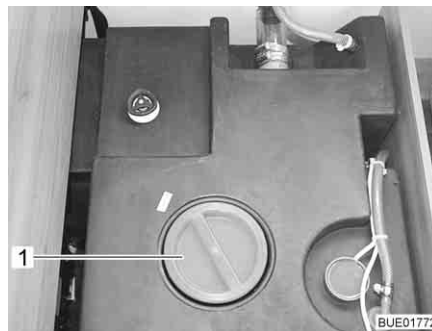
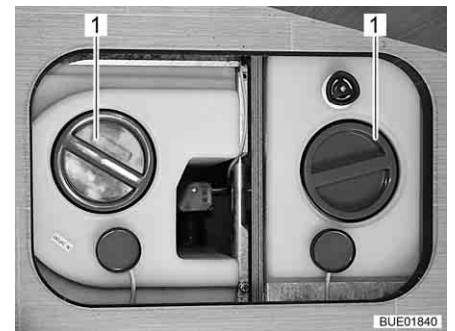

Fig. 248 Depósito de agua con tirador giratorio (Viseo)
Fig. 249 Depósito de agua con tirador giratorio (Elegance)
- Retirar la tapa de cierre (Fig. 248,1 ó bien Fig. 249,1) del depósito de agua.